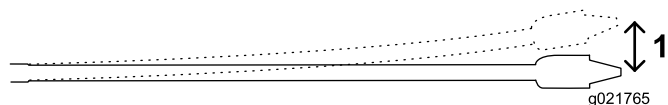

Figura 49
Los tubos de 3 m (10 pies) utilizados en esta máquina pueden flexionarse un 8% en la longitud del tubo; esto equivale a una desviación lineal de no más de 20 cm (8") (Figura 49).
- Se insertan los primeros 3 m (10 pies) de broca/tubo en el suelo sin desviación. El extremo de la broca estará a una profundidad de 76 cm (30") (Figura 49).